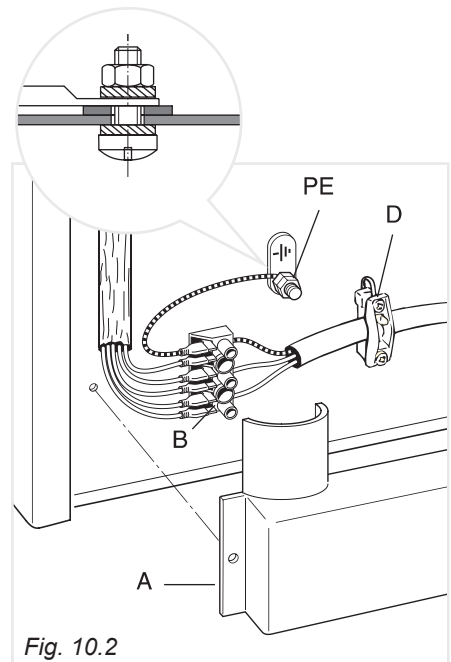

Fig. 10.2
- Dévissez les vis de fixation de la protection "A" située derrière la cuisinière (fig. 10.2).
- Reliez les fils à la borne serre-fils "B" comme illustré dans le schéma de la figure 9.1 et le fil de terre sur la borne "PE" (fig. 10.2).